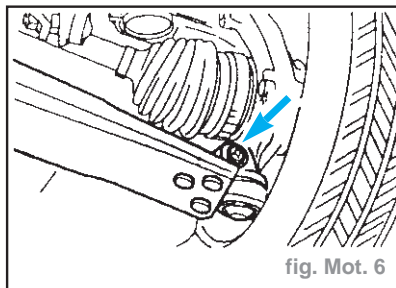

fig. Mot. 6
- Déposer le bras inférieur de suspension des deux côtés (fig. Mot. 6).